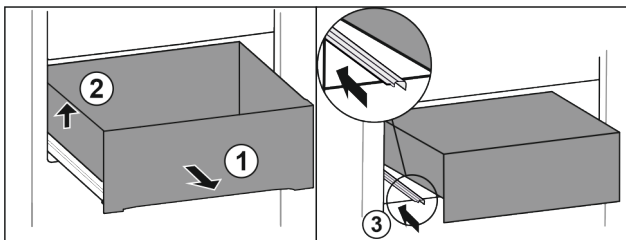

Fig. 74
- Tirer le tiroir jusqu'en butée. Fig. 74 (1)
- Soulever le tiroir sur la gauche. Fig. 74 (2)
- Rentrer le rail de gauche. Fig. 74 (3)